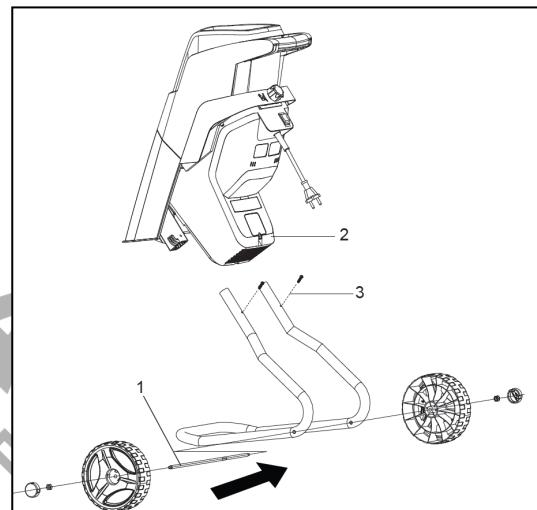

Fig. 1
1. Introduceți axul roții (Fig. 1 - 1) prin găurile inferioare ale suportului.
1. Introduceți cele două capete ale ansamblului suportului în partea inferioară a carcsei tocătorului (Fig. 1 - 2).
2. Aliniați găurile și fixați cele două șuruburi de pe ambele părți ale suportului (Fig. 1 - 3).